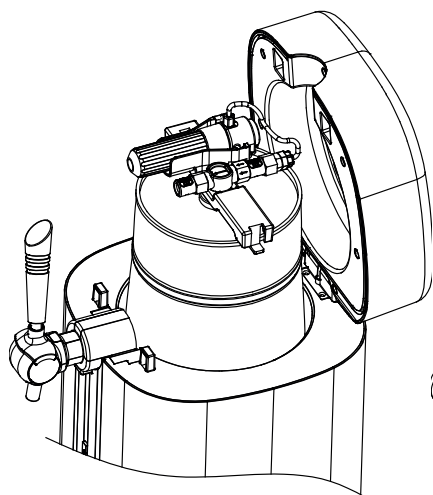
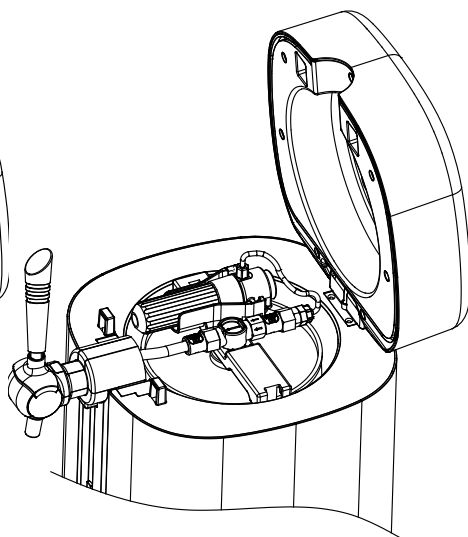

Figure 12
Figure 13
3. Appuyez sur le bouton du couvercle supérieur avec une force de 60-80 N (comme indiqué à la figure 2) pour ouvrir le couvercle supérieur de la machine à bière, puis placez le fût de bière équipé du distributeur de vin dans la cavité de refroidissement de la machine à bière (comme indiqué à la figure 12), et connectez le connecteur de sortie de vin du robinet à l'interface du distributeur de vin (comme indiqué à la figure 13).